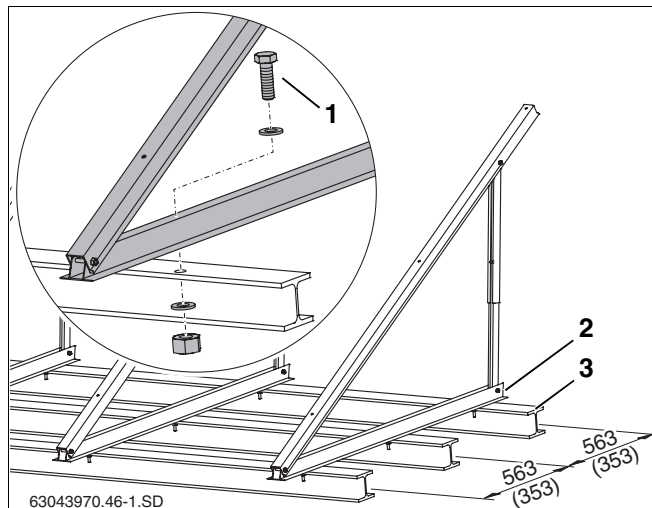

Fig. 26 Suporte para telhado plano sobre viga em T dupla, medidas em mm (valor entre parêntesis = tipo horizontal)
Pode fixar os suportes para telhado plano com ancoragens de pés. A título de exemplo, é descrita a fixação sobre vigas em T duplas (fig. 26, **item 3**).
- ▶ Manter a mesma distância entre furos do perfil inferior (fig. 26, **item 2**) na viga em T dupla e executar os respectivos furos.
- ▶ Enfiar os parafusos (ver a tab. 8 e a fig. 26, **item 1**) nos perfis e nas vigas em T duplas e apertar com porcas e anilhas.